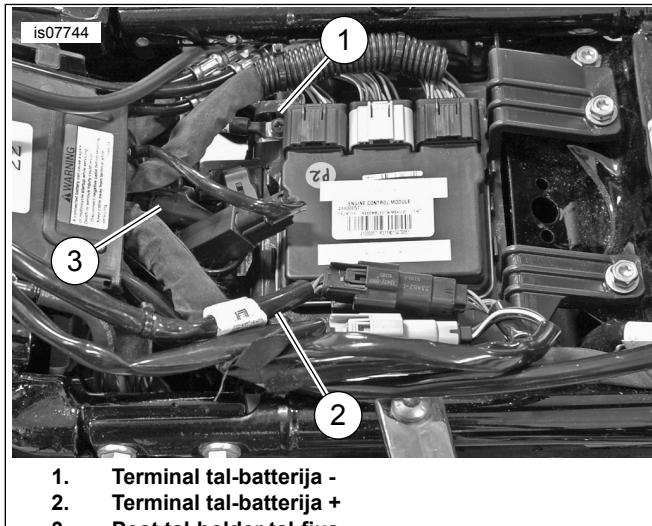

Figura 11. Konnessjoni tal-Batterija
- a. Ara Figura 11. Skonnettja [162] li jinsab wara s-serħan tad-dahar tal-passiġġier.
8. Ara Figura 11 . Installa l-cover mnejn jgħaddi l-wajer.